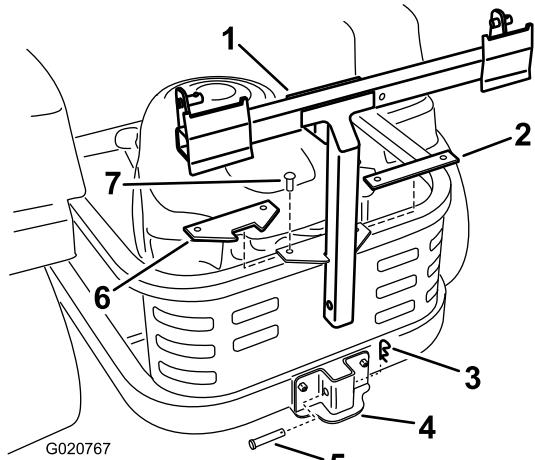

Figura 6
- Instale la placa espaciadora nueva según se muestra en Figura 6 usando las fijaciones retiradas anteriormente.
- Instale el bastidor del ensacador en el soporte. Sujete el bastidor del ensacador con un pasador (1/2 x 2-1/4 pulgadas) y una chaveta (Figura 6).